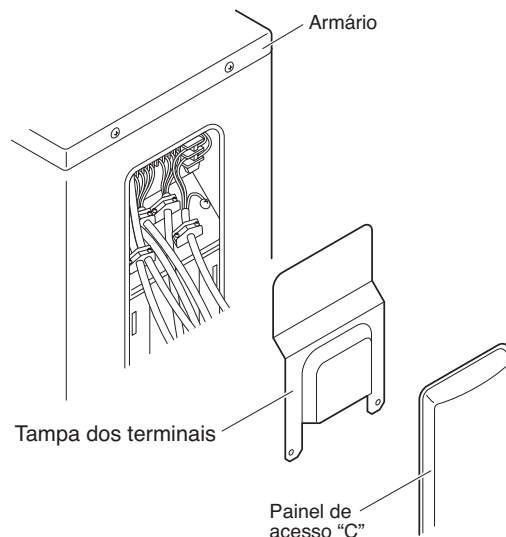

Fig. 32
- (1) Tire a painel de acesso "C" e a tampa dos terminais. (Fig. 32)
- (2) Ligue a instalação eléctrica entre as unidades e a linha de abastecimento de energia de acordo com o desenho na tampa lateral.
- (3) Assegure-se que dimensiona cada fio dando aproximadamente 10 cm a mais no comprimento do que aquele que é necessário para a instalação eléctrica. Guarde o excesso de fios dentro do armário.
- (4) Ao completar as conexões, confirme que todas as conexões estão corretas como mostrado no diagrama de conexão no lado do painel.
- (5) Assegure-se que liga a unidade à terra de acordo com as normas locais sobre electricidade.